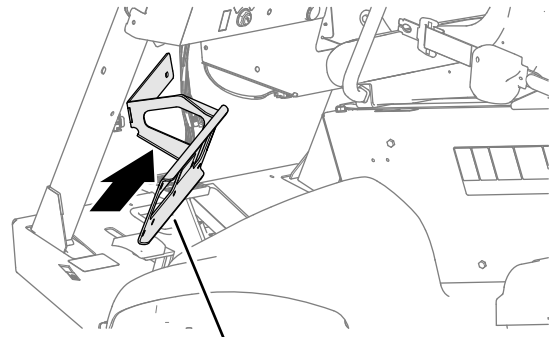

Figure 74
1. Alignez le support de collecteur à l'avant de la machine, comme montré à la Figure 74.